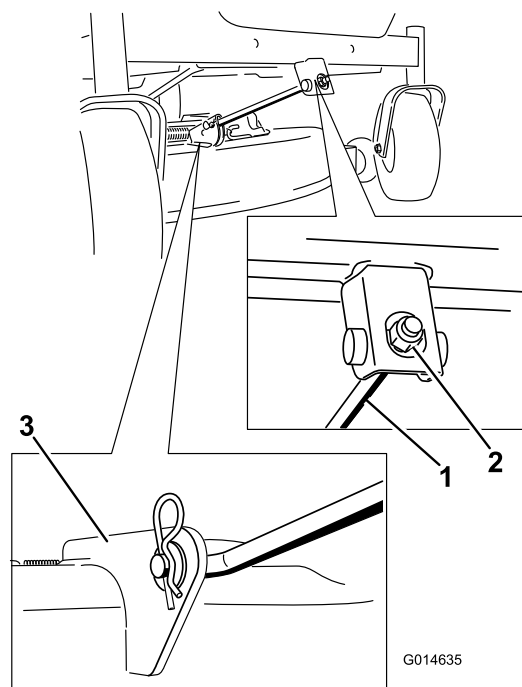

Figura 76
- Îndepărtați tiftul în formă de agrafă de pe tija de sprijin din față și scoateți tija din suportul pentru punte (Figura 76).
8. Fixezi tija de sprijin față de puntea mâinii de tuns iarba cu tiftul cu cap și gaură și tiftul în formă de agrafă (Figura 76).